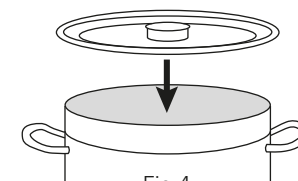

Fig.4
3) Usare sempre il coperchio in dotazione. (Fig.4)